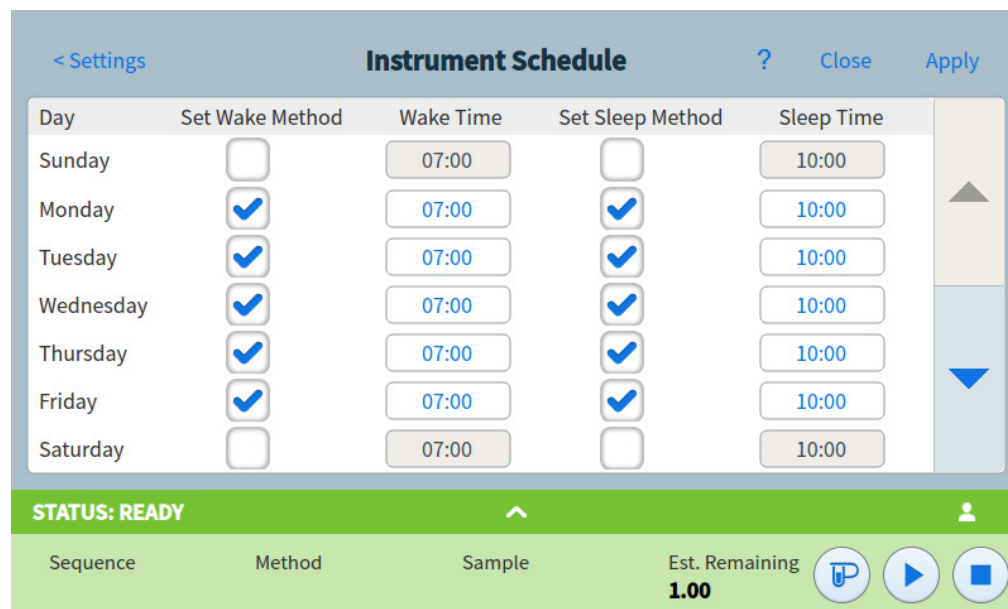

Figura 75. Pagina Instrument Schedule
- 1 Selezionare **Scheduler**. Si apre la pagina Instrument Schedule Vedere **Figura 75**.